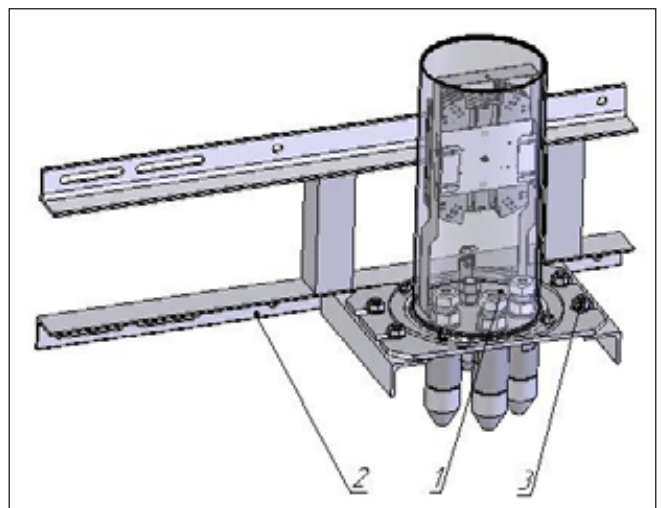

Рисунок 10 - Муфта МОПГ-М в сборе с кронштейном: 1 - Муфта МОПГ-М; 2 - Кронштейн для крепления муфты МОПГ-М к опоре ЛЭП; 3 - Гайки и шайбы
4.1.16. Закрепить муфту на кронштейне, установленном на анкерной опоре ЛЭП, (рисунок 10; 11; 12).